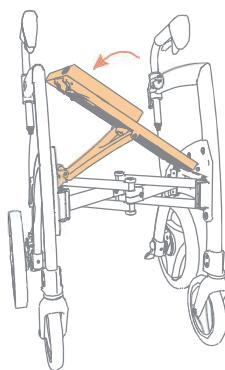

Figura 11: Empujar el asiento hacia abajo hasta que escuche un 'click'.
- b. Empuje el asiento hacia abajo hasta que encaje en su lugar. Importante: el asiento no está asegurado hasta que haya escuchado claramente un 'click' (**Figura 11**).